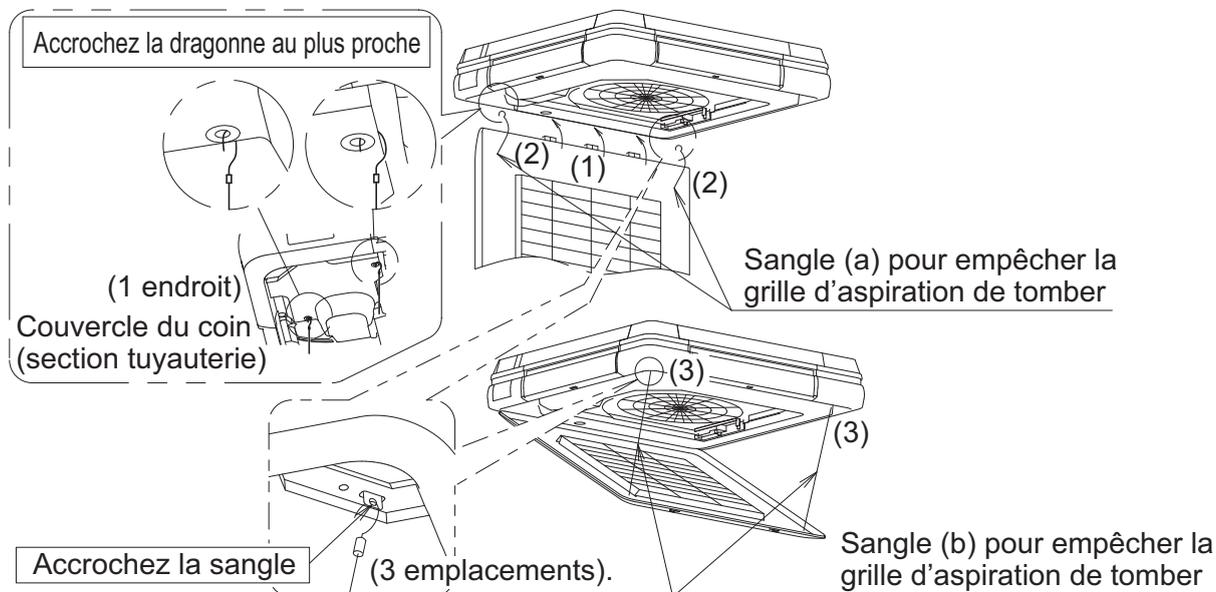

Fig. 49
- Après avoir fixé la grille d'aspiration dans l'ordre opposé figurant dans la clause "**4. PRÉPARATIFS AVANT L'INSTALLATION - (3)**" (**Reportez-vous à la Fig. 49-(1)**), accrochez la sangle (a) pour empêcher la grille d'aspiration de tomber (**Reportez-vous à la Fig. 49-(2)**).
- Accrochez la sangle (b) pour empêcher la grille d'aspiration de tomber. (**Reportez-vous à la Fig. 49-(3)**)